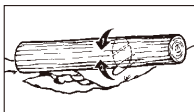

Fig. 13C
3. Bûche soutenue aux deux extrémités : commencez par réaliser un tronçonnage par le dessus jusqu'à 1/3 du diamètre de la bûche pour éviter l'éclatement. Ensuite, réalisez un tronçonnage par le dessous jusqu'à la première coupe en évitant tout pincement (Fig. 13C).